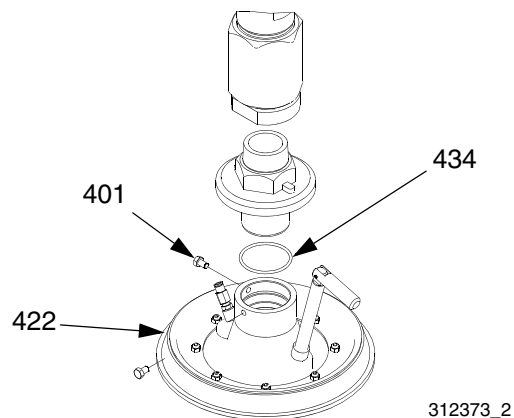

FIG. 20 : Kit de montage pour 20 et 30 litres
1. Insérez le joint torique (433) et les deux vis (432) dans l'adaptateur (431) du kit de montage 255393 et poussez l'adaptateur dans l'admission de la pompe. Consultez la Fig. 20.
2. Placez le joint torique (434) du kit de montage 255393 sur le cylindre. Desserrez les vis du support de montage (426) et abaissez délicatement la pompe sur le joint torique (434) et le cylindre.
3. Fixez la bride d'admission de la pompe sur le plateau à l'aide des vis (401).